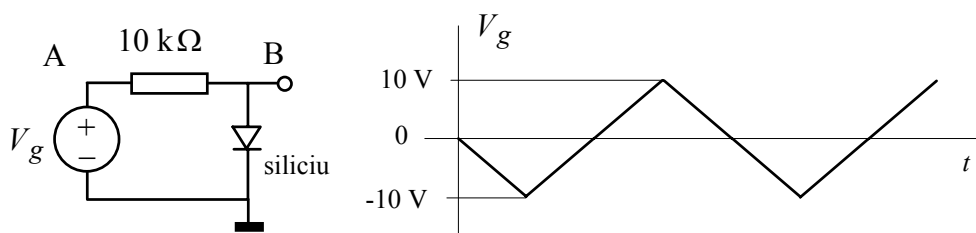

Fig. 3.13.
**Problema 1.** Sursa de tensiune  $V_g$  produce o evoluție a potențialului nodului A ca în Fig. 3.13.